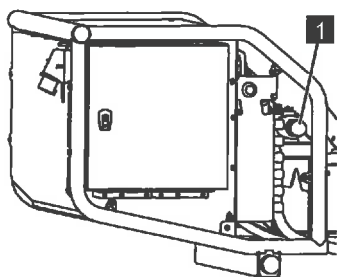

Abb. 165
6. Nach dem Notbetrieb das Ventil (Abb.165/1) gegen den Uhrzeigersinn entriegeln und die Abdeckhaube wieder anschrauben.